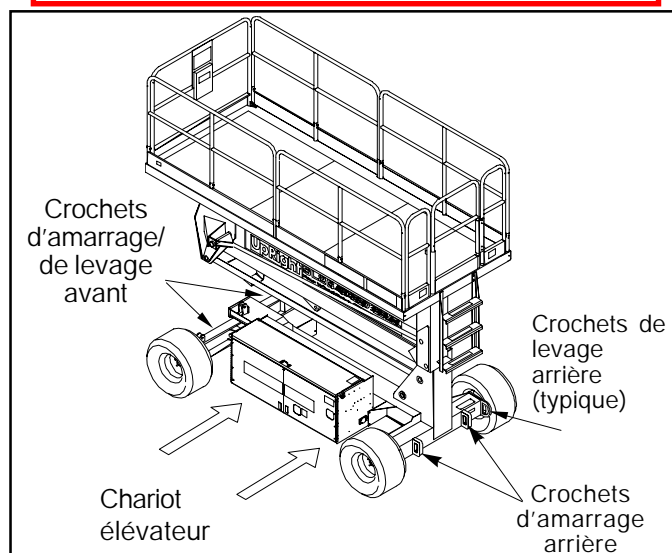

Figure 5 : Transport de la plate-forme de travail
Transporter avec un chariot élévateur en soulevant par le côté du châssis sous les modules du châssis (figure 5).
Fixer les courroies sur les crochets de levage du châssis uniquement (figure 5).
2. Bloquer la plate-forme de travail sur le véhicule de transport avec des chaînes ou des courroies d'une capacité suffisante fixées sur les crochets d'amarrage du châssis (figure 5).